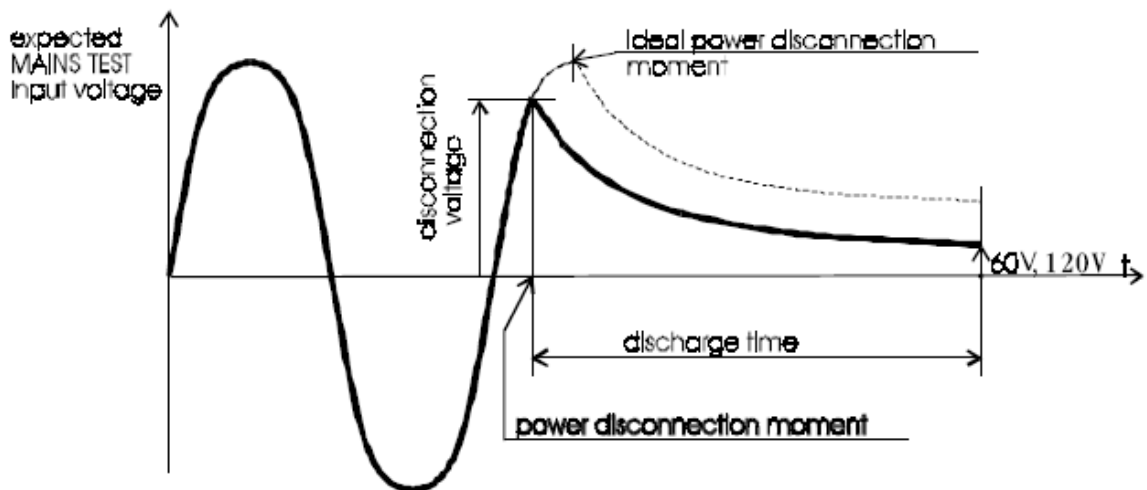

Fig. 25. 测试电源上的电压输入
STEP 6. 拔去测试插头并等待结果的显示.如果断开连接后电压足够的高以至于可以进行测量, (见 fig. 25)**Start** 信息将被显示同时将会开始测量.如果电压不够高, 则结果显示为0.0 s 并且**Repeat** 的信息将别显示.在这种情况下进行重复测量(跳至STEP 3)。如果结果为0.0 s, 并且在重复测量了5到10次后, 结果仍然为0.0, 则认为其值有效.如果测试插头在10s内没有拔出或者放电时间高于10s则会显示**Timeout**。
STEP 6. 拔去测试插头并等待结果的显示。如果断开连接后电压足够的高以至于可以进行测量, (见 fig. 25)**Start** 信息将被显示同时将会开始测量。如果电压不够高, 则结果显示为0.0 s 并且**Repeat** 的信息将别显示。在这种情况下进行重复测量(跳至STEP 3)。如果结果为0.0 s, 并且在重复测量了5到10次后, 结果仍然为0.0, 则认为其值有效。如果测试插头在10s内没有拔出或者放电时间高于10s则会显示**Timeout**。